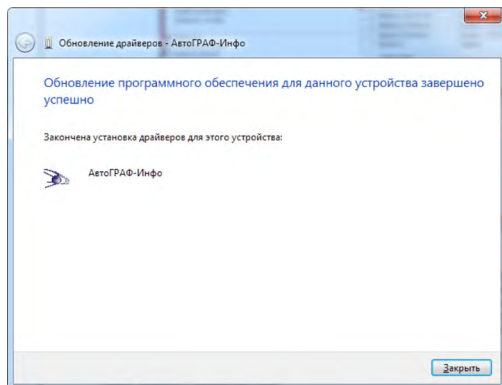
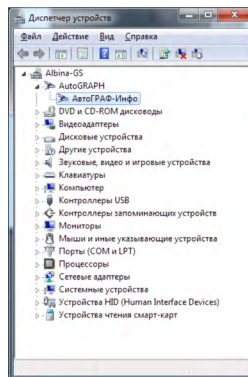

Рис.31. Завершение установки драйверов.
Рис.32. Определение нового устройства.
- После успешной установки драйверов система автоматически определит подключенное устройство (Рис.31, Рис.32).